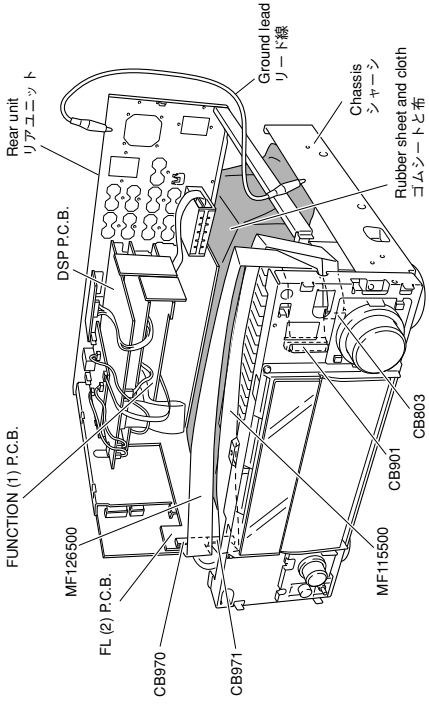

Fig. 8
- Put the rubber sheet and the cloth over the equipment. Then place the P.C.B.s upside down on the cloth and check it. (Fig. 8)
- FL (1) P.C.B. CB901_FL (2) P.C.B. CB970: MF126500 (26P, 500mm)
- FL (2) P.C.B. CB971_OPERATION (2) P.C.B. CB803: MF115500 (15P, 500mm)
- In main unit, the ground of rear unit is connected to the chassis. When this rear unit are removed from chassis, connect the ground to the chassis, using a ground lead or such. (Fig. 8)
- 本機の上にゴムシートと布を敷き、その上にP.C.B.を裏返しに置いてチェックします。(Fig. 8)
- 本機ではリアユニットのアースがシャーシに接続されています。リアユニットをシャーシより取り外した場合は、リード線等でアースをシャーシに接続してください。(Fig. 8)